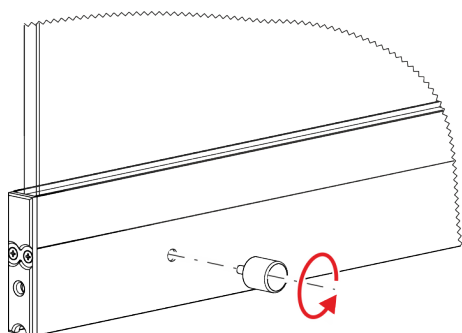

Abb. 4: Gummi-Metall-Puffer entfernen
2. ➤ Alle Gummi-Metall-Puffer nach links aufdrehen und entfernen (Abb. 4).